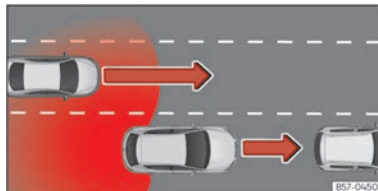

Abb. 150 Überholen mit Verkehr im hinteren Bereich.
- Bei einer Überholung durch ein anderes Fahrzeug »» (Abb. 150).